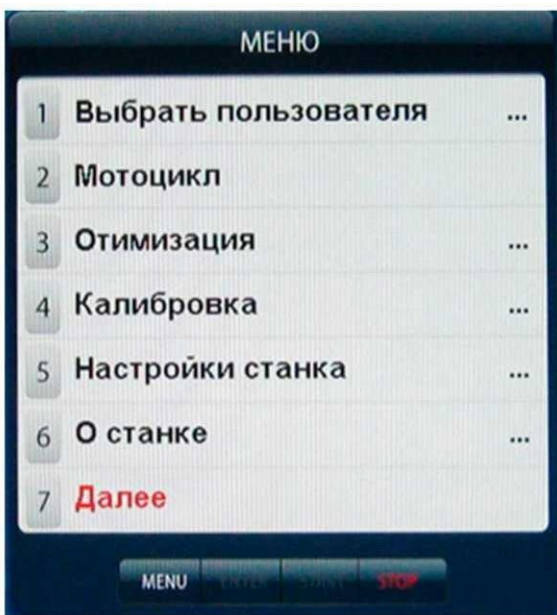
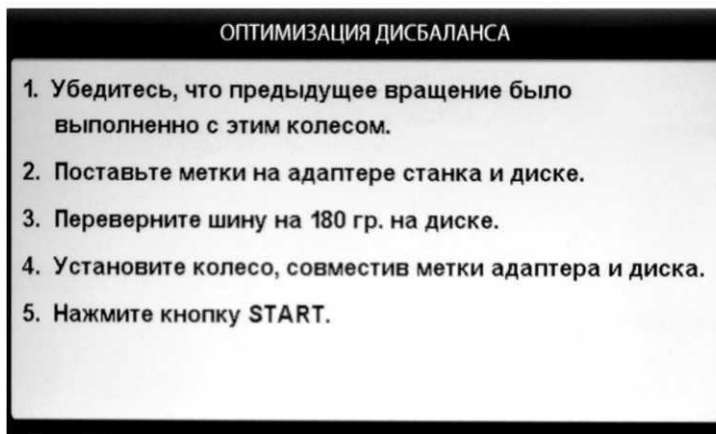
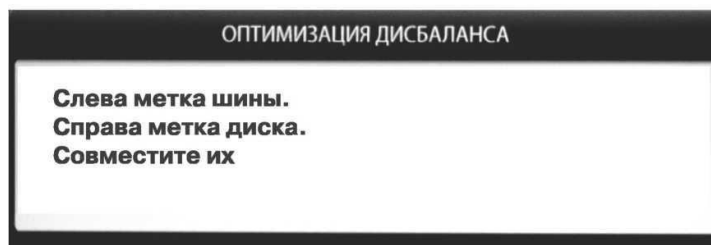
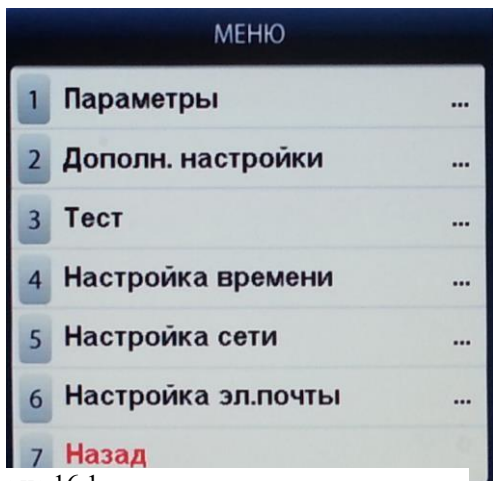

рис.15.1.
рис.15.2
рис.15.3
рис.16.1
величина статического дисбаланса колеса, а на индикаторах 4 - величина дисбаланса колеса, которую можно получить после завершения программы «Opt». Поставьте метки на шине и диске согласно указаниям в окне (рис.15.3).
15.2. Для входа в программу «Opt» нажмите кнопку «MENU» после чего на экране монитора появится окно (рис.15.1). Далее выбрать программу «Оптимизация», нажав кнопку 3, после чего на экране монитора появится окно (рис.15.2). Далее выполните операции согласно указаниям в окне (рис.15.2).
15.3. После выполнения п.5 в окне (рис.15.2) на экране монитора появится окно (рис.15.3), а на индикаторах 1 отобразится
16.2.1. Нажмите кнопку «MENU». На экране появится окно MENU (рис.15.1), нажмите кнопку 7 «Далее» на экране появится окно второй страницы MENU (рис.16.1). Выберите «Дополн. настройки», нажав кнопку 2, на экране откроется окно «Настройки станка» (рис.16.2). Нажмите кнопку 1 «Имена операторов» на экране откроется окно «Выбрать пользователя» со списком операторов, (рис.16.3).
Программное обеспечение СБ содержит целый ряд параметров, позволяющих максимально приспособить СБ к потребностям потребителя. Для настройки параметров нажмите кнопку «MENU» на экране монитора появится окно MENU (рис.15.1). Нажмите кнопку 5 «Настройки станка» на мониторе появится окно настроек (рис.17.1).